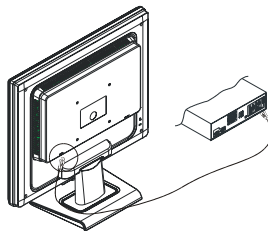

图 1-7
1. 将音频电缆连接到计算机声卡的“LINE OUT”插口上，也可以连接到光驱前面的“AUDIO OUT”插口上（见图 1-7）。